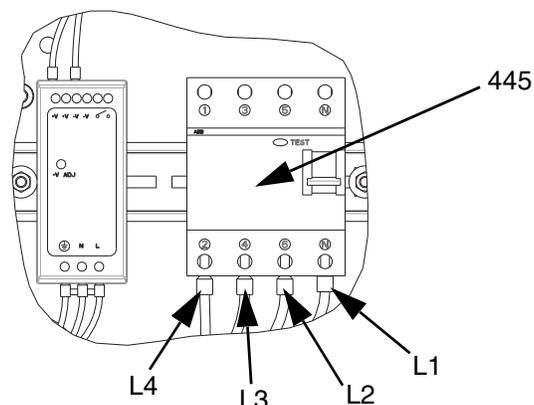

図 18
- 拡張モジュールからの L1、L2、L3、および L4 ワイヤを以下の図のように、回路ブレーカー (445) に接続します。図 18.
12. ワイヤーハーネスのナット (437) を緩めて、接地線を接地端子 (455) に接続します。